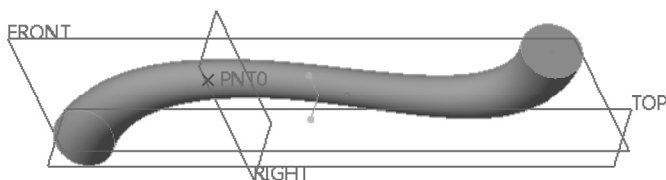

图 4-116 扫描混合特征
6) 单击“扫描混合”选项卡中的 (完成) 按钮, 得到编辑定义后的扫描混合特征, 如图 4-116 所示。